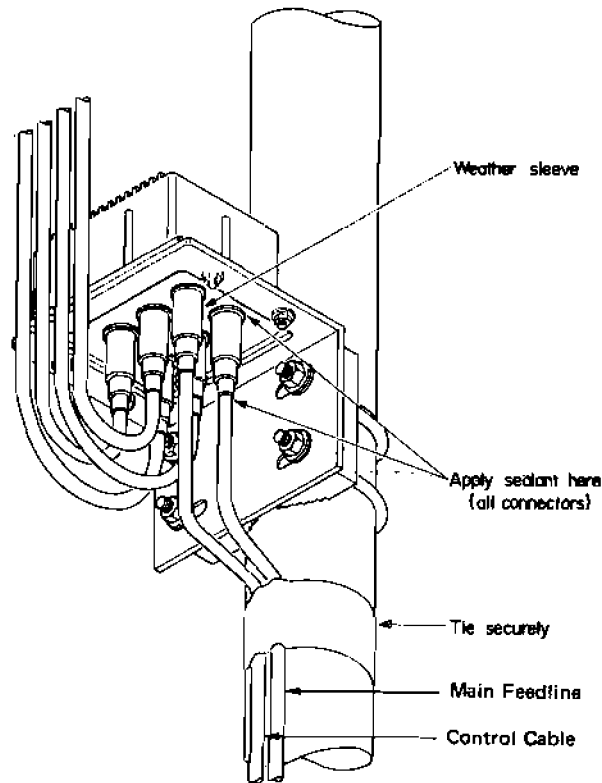

Figura 4
4. Conecte firmemente cada cable en el FAS-1-4R y luego deslice cada protector hasta cubrir los conectores. Finalmente aplique algún componente sellador para evitar que la humedad penetre (Figura 4).